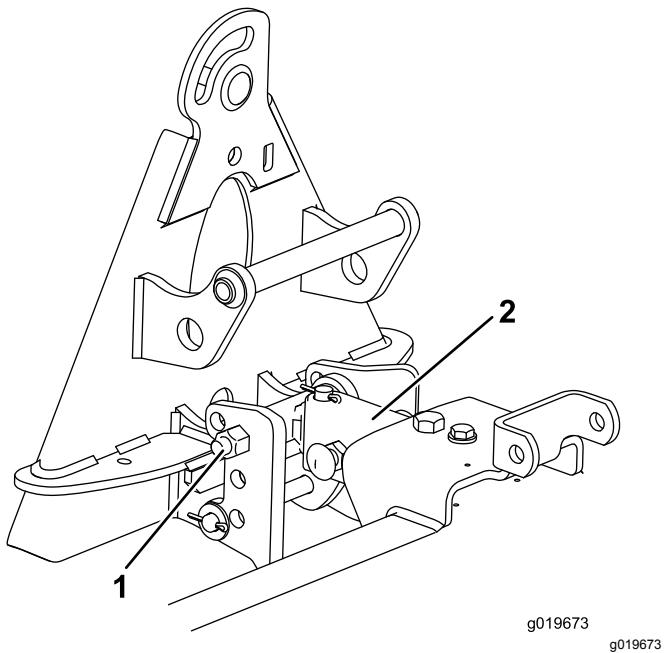

Рисунок 11
1. Закрепите узел сцепного устройства в верхних отверстиях упорного кронштейна (Рисунок 11).
2. Выровняйте длинную сторону клиновидной трубы вверх и прикрепите ее к нижней стороне узла подвеса (Рисунок 11).